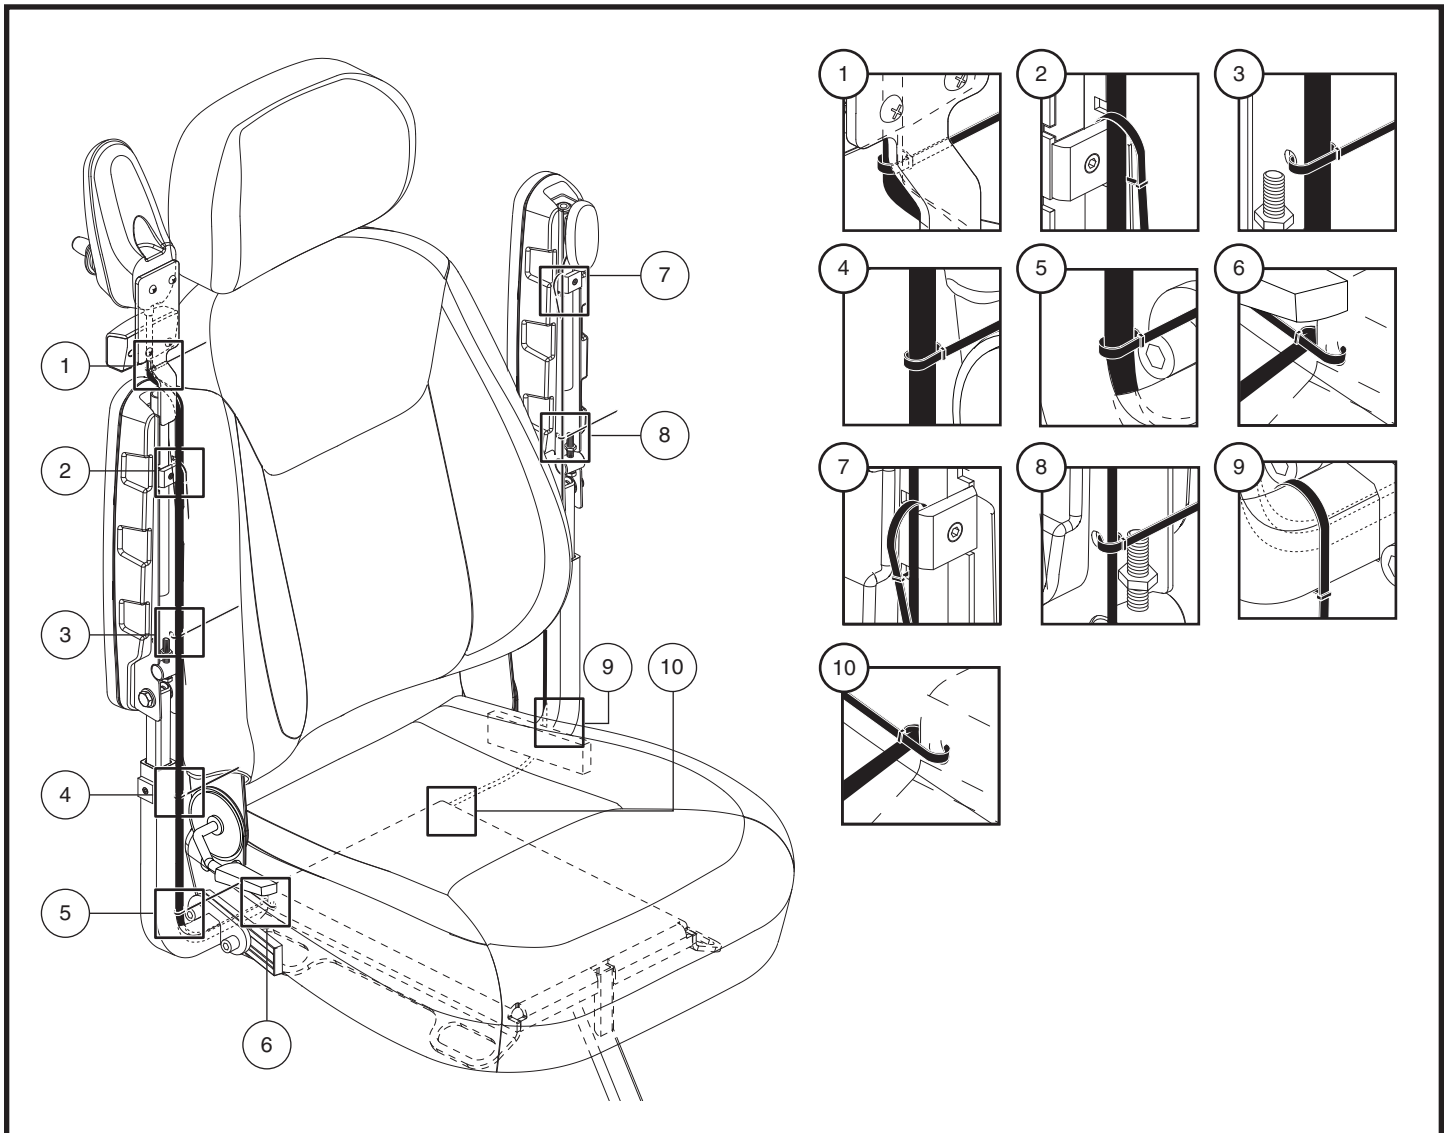

Figura 10. Passaggio cavi joystick
17. Fissare i cavi sul bracciolo con i fermacavi in dotazione, come mostrato in **figura 10**.
19. Fissare i cavi lungo il bracciolo e la piastra del sedile con i fermacavi in dotazione, come mostrato in figura 10.
AVVERTENZA! Assicurarsi che tutti i cavi siano correttamente passati come mostrato nella figura 10. Un passaggio scorretto dei cavi può provocare danni all'interruttore delle luci, al cavo joystick o agli altri componenti elettrici.
2. Per le posizioni da 1 a 10 fissare i fermacavi posizionandoli secondo lo schema di corretto passaggio dei cavi illustrato nella figura 10.
9. Indirizzare i cavi del joystick lungo il telaio del sedile e fissarli con le fascette. **Vedere figura 10.**